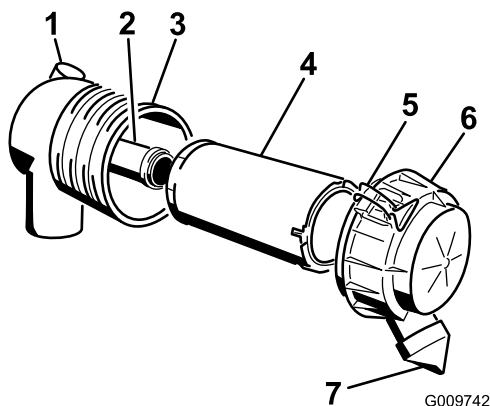

Рисунок 61
1. Осторожно извлеките фильтр грубой очистки из корпуса воздухоочистителя (Рисунок 61).
4. При замене контрольного фильтра будьте осторожны, вставляя новый фильтр в корпус фильтра (Рисунок 61).
6. Установите крышку воздухоочистителя так, чтобы сторона с обозначением "UP" (ВВЕРХ), была обращена вверх, и закройте защелки (Рисунок 61).